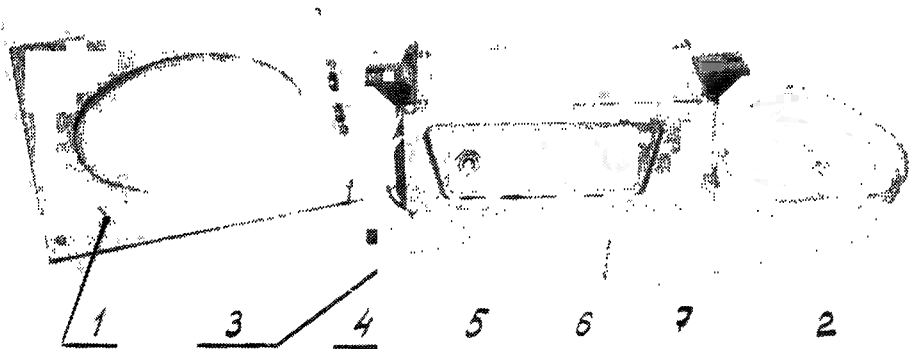

Рис. 1. Общий вид комплекта АГУ-10-4
5. Конструкция, расположение основных узлов и назначение элементов управления показаны на рис. 1 и 2.